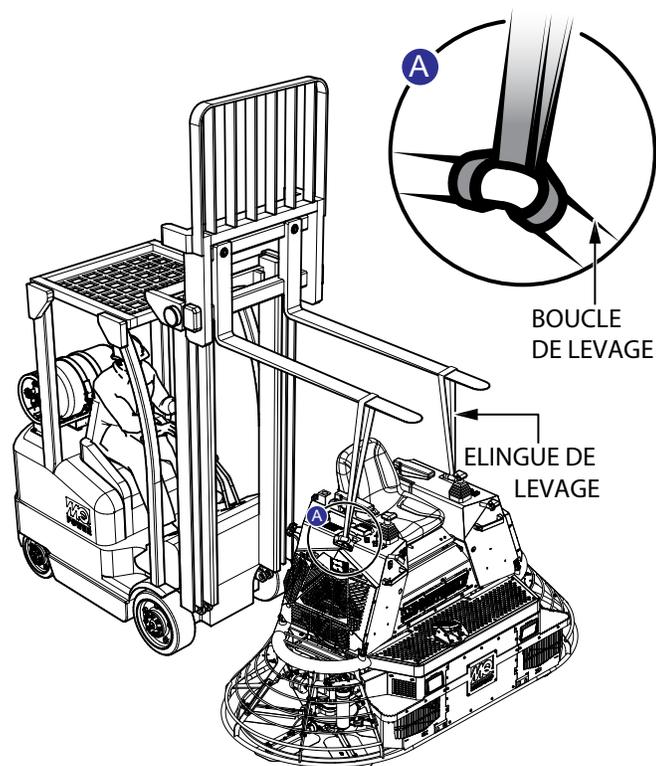
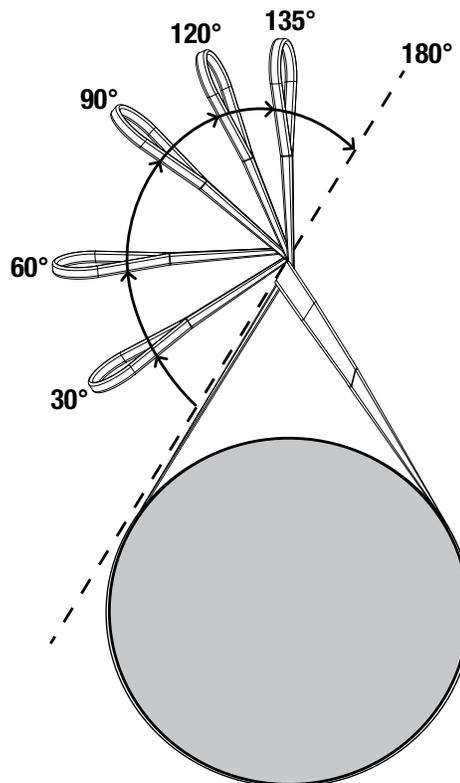

Figure 2. Levage de la truelle
Figure 3. Angle d'étranglement
1. Fixer les deux élingues de levage aux boucles de levage situées à gauche et à droite de la truelle (Figure 2).
2. Insérez les fourches du chariot élévateur dans les boucles aux extrémités des élingues de levage (Figure 2). Maintenez les élingues aussi près que possible de la verticale. Si l'angle d'étranglement (Figure 3) est de 120 degrés ou moins, la force de levage des élingues doit être réévaluée comme indiqué dans le tableau 1, conformément à la norme ASME B30.9.